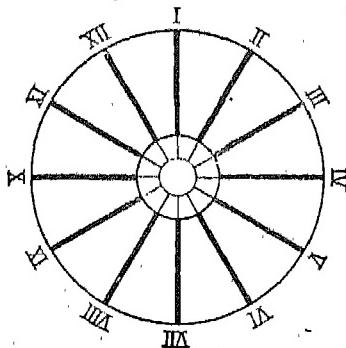

Fig. 7. — Cadran pour l'étude de l'astigmatisme.
c) L'œil des astigmates est très déformé : ce n'est pas une boule bien ronde. Aussi ne peuvent-ils voir distinctement, *en même temps*, suivant les différentes directions. Par exemple, ils ne peuvent voir nettement, d'un seul œil, les graduations d'un cadran horaire (fig. 7).